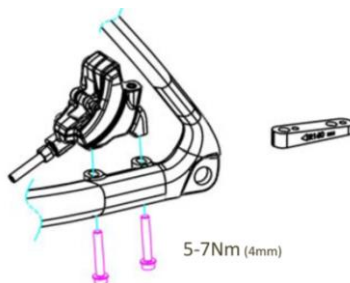

Figura D-2 Allineare la pinza posteriore con i fori di montaggio del telaio.
- Fissare la pinza alla forcella o al telaio con due bulloni di montaggio, ma non serrarli completamente. **(Figura D-2)**